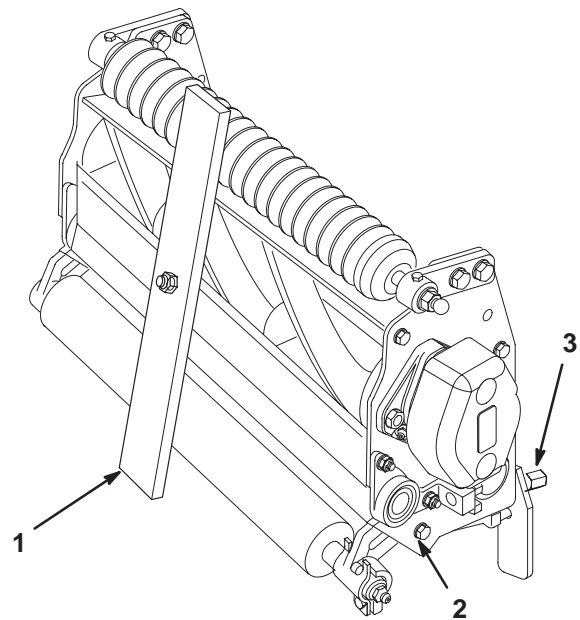

Bild 5
2. Wenden Sie die Schneideinheit um 90° und legen sie auf die hintere Rolle sowie die oberen Nasen hinten. Lockern Sie die Sicherungsmuttern an den Schrauben, mit denen die hinteren Rollenbügel abgesichert werden (Bild 5).
3. Setzen Sie den Kopf der Schraube mit einer Messlehre (Teil-Nr. 13-8199) auf die gewünschte Schnitthöhe (Bild 5). Dieses Maß gilt von der Vorderseite der Leiste bis zur Unterseite des Schraubenkopfes.
4. Legen Sie die Messlehre über die vorderen und hinteren Rollen und stellen das Schnitthöhen-Einstellrad (Bild 5) so ein, dass die Unterseite des Schraubenkopfes in die Schneidkante des Untermessers eingreift.